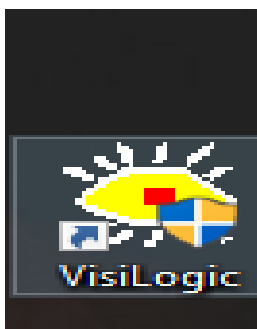

Рис. 1.2. VisiLogic іконка запуску програми
1. Відкриваємо програму VisiLogic (рис. 1.2), яку ви можете скачати з офіційного сайту <https://www.unitronics.com> або взяти інсталятор у викладача на свій ПК.